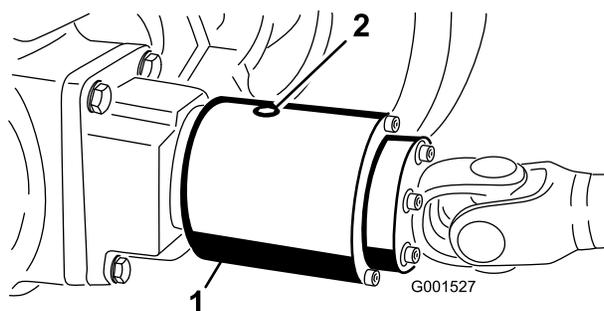

**Figura 27**
- Retire os tampões de verificação do eixo e certifique-se de que o lubrificante atinge a parte inferior de cada orifício. Se o nível estiver baixo, retire os tampões de enchimento e adicione lubrificante suficiente para atingir a parte inferior dos orifícios do tampão de verificação (Figura 26 e Figura 27).